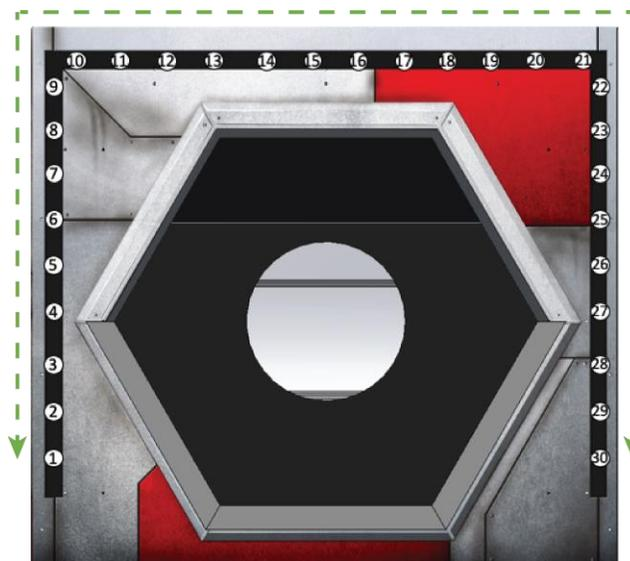

Figura 3-18 Mapa de nodos de la serie de luces
Una serie de luces LED Phillips Color Kinetics, alrededor del PUERTO EXTERIOR, indica el progreso del llenado hacia su NIVEL DE LLENADO total. La serie se va “llenando” simétricamente empezando por la parte superior central hacia la parte inferior por la izquierda y derecha como se muestra en la Figura 3-17. El patrón de los nodos difiere según la Fase que se juega, como se ve en la Tabla 3-1; los cuatro nodos inferiores a los lados del PUERTO EXTERIOR siempre se llenan a razón de un (1) nodo por cada CELDA DE ENERGÍA que se anota. Se muestra un mapa de nodos en la Figura 3-18.